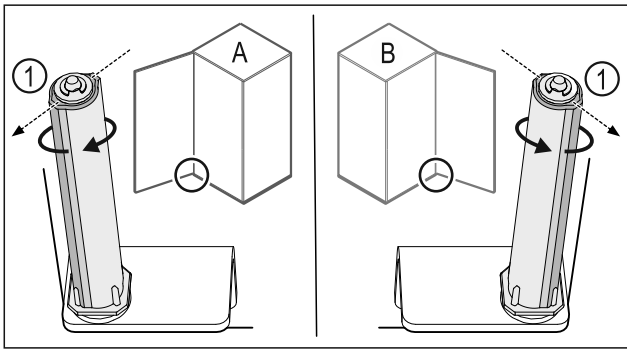

Fig. 41 Μεντεσέδες αριστερά (A) / Μεντεσέδες δεξιά (B)
- ▶ Περιστρέψτε το σύστημα κλεισίματος κόντρα στην αντίσταση, μέχρι ο κορμός του συστήματος κλεισίματος Fig. 41 (1) να είναι στραμμένος προς τα έξω.